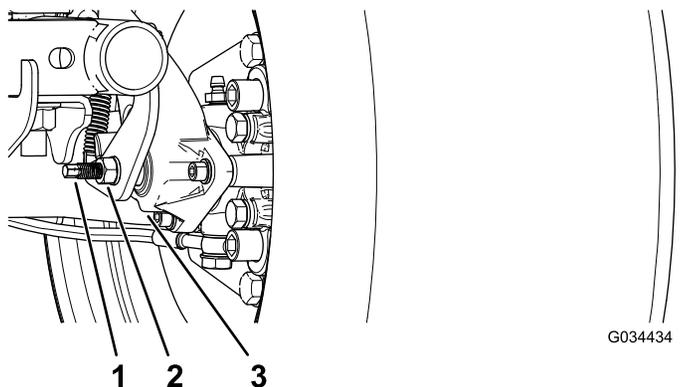

Figura 59
3. Utilizando duas chaves, segure ajustando o poste na pinça em posição com uma chave e desaperte a porca de retenção cerca de 1/4 de volta com outra chave (Figura 59).
4. Enquanto segura o polo de ajuste e a porca de retenção no lugar, rode o polo de ajuste para apertar (Figura 59).
5. Enquanto segura o polo de ajuste e a porca de retenção no lugar, afaste cerca de 1/4 de volta (Figura 59).
6. Enquanto segura o polo de ajuste e a porca de retenção no lugar, aperte a porca de retenção (Figura 59).